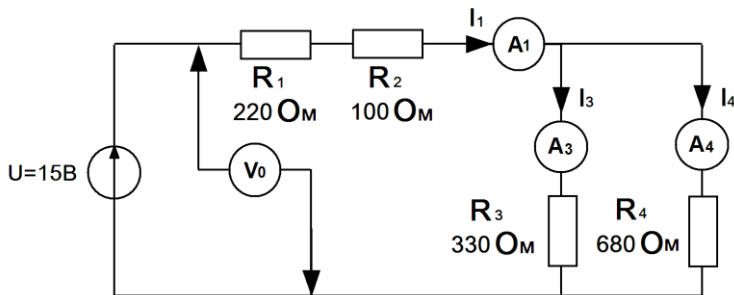

Рис.5.2 Схема цепи
- Соберите цепь согласно схеме (рис. 5.2) и подайте на ее вход постоянное напряжение 15В.